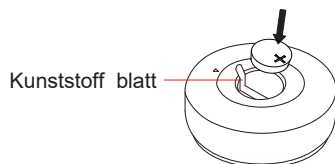

Abb.2
---Legen Sie die Kunststoffolie an den Rand des Batteriefachs an und legen Sie die CR2032-Batterie ein, wobei der Pluspol (+) der Batterie nach oben zeigen sollte (Abb. 2).